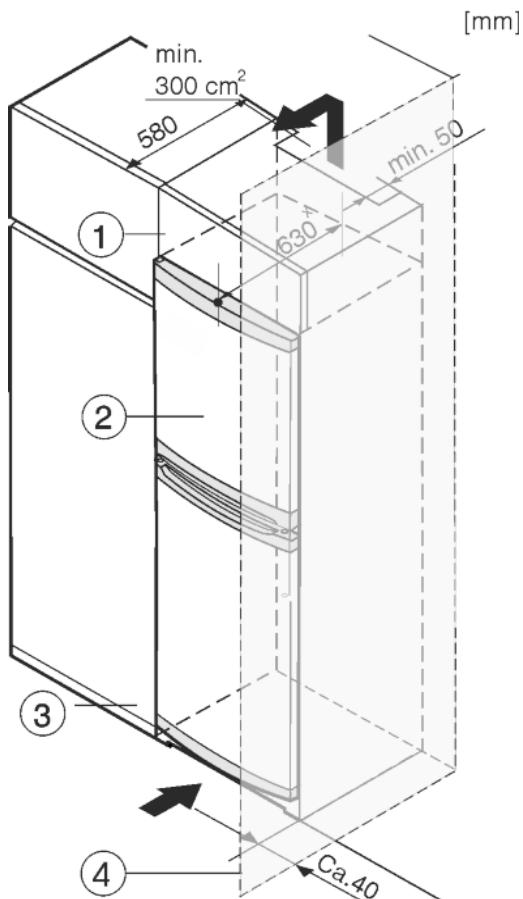

Fig. 7
Пристрій можна комбінувати з кухонними шафами. Для того, щоб пристрій Fig. 7 (2) вирівняти по висоті кухонної секції, на пристрій можна встановити антресольну секцію Fig. 7 (1).
У разі комбінування з кухонними шафами (максимальна глибина 580 мм) пристрій можна встановлювати безпосередньо поряд із кухонною шафою Fig. 7 (3). Пристрій виступає збоку на 34 мм  $\times$  посередині на 50 мм  $\times$  відносно передньої панелі кухонної шафи.
Якщо пристрій встановлюється поряд зі стінкою Fig. 7 (4), відстань між пристроєм та стінкою повинна бути не менше 40 мм. Це відповідає необхідній відстані для ручки після відкривання дверцят.